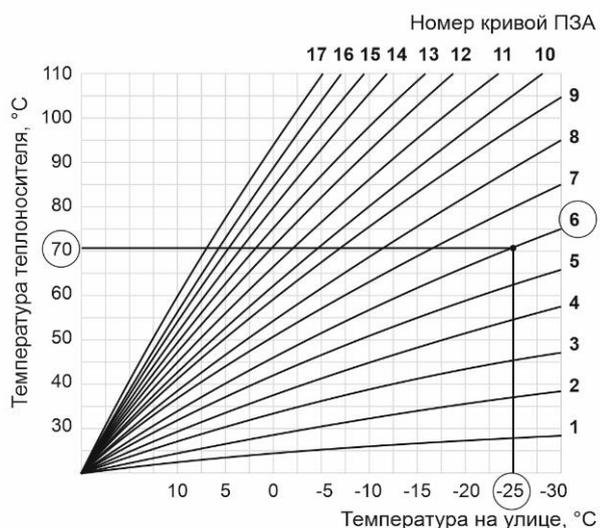

Рис.8. Кривые зависимости температуры теплоносителя от температуры на улице.
– кривые от 1 до 5. Перечисление кривых начинается со значения **OFF**, когда датчик подключён, но режим ПЗА выключен. Далее режим ПЗА включается и действует в соответствии с кривыми от 1 до 17 (см. Рис. 8). После выбора и подтверждения номера кривой нажатием энкодера котёл индицирует текущую температуру теплоносителя, индикатор «ЦЕЛЬ» меняется на «ФАКТ».
В режиме «ПЗА» выбор температуры теплоносителя определяется по графику в зависимости комнатной температуры от температуры на улице (см. Рис. 8).